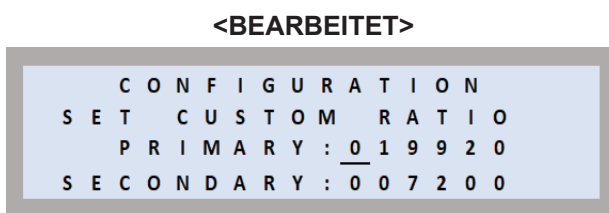

Abbildung 69
- Mit der Option BEARBEITEN legen Sie eigene Verhältnisse fest. Wählen Sie auf dem Bildschirm „TYPENSCHILD WÄHLEN“ (siehe Abbildung 69)  die Option **BEARBEITEN**.
- **Primär- und Sekundärwerte eingeben:** Der Cursor blinkt zunächst unter Primär (siehe Abbildung 69). Ändern Sie den Wert mit der Taste  oder . Blättern Sie anschließend mit der linken oder rechten Navigationstaste zu den weiteren Feldern und stellen Sie dort die gewünschten Primär- und Sekundärwerte ein. Blättern Sie anschließend mit  oder  zu den weiteren Feldern und stellen Sie dort die gewünschten Primär- und Sekundärwerte ein.